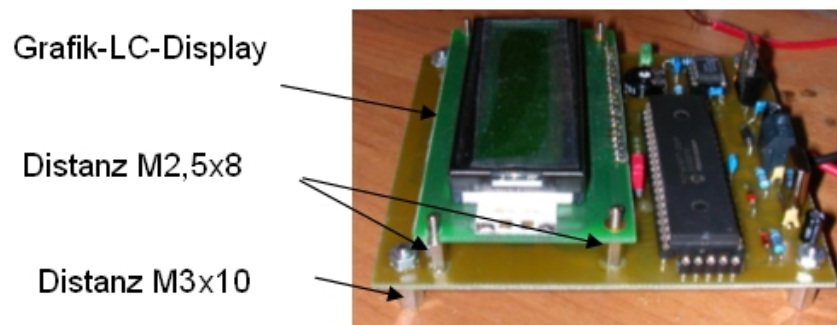

Abbildung 6.4: Zusammenbau
- An den 4 Ecken je eine Distanz M3x10 mit je einer Zahnscheibe und einer Mutter M3 gemäß Bild 6.4. anbringen.
- Zur Befestigung des Grafik-LC-Display 4 Distanzen M2,5x8 mit je einer Zahnscheibe und Zylinderkopfschraube M2,5x6 gemäß Abbildung 6.4 anbringen. Eventuell Grafik-LC-Display mit M2,5-Muttern befestigen.